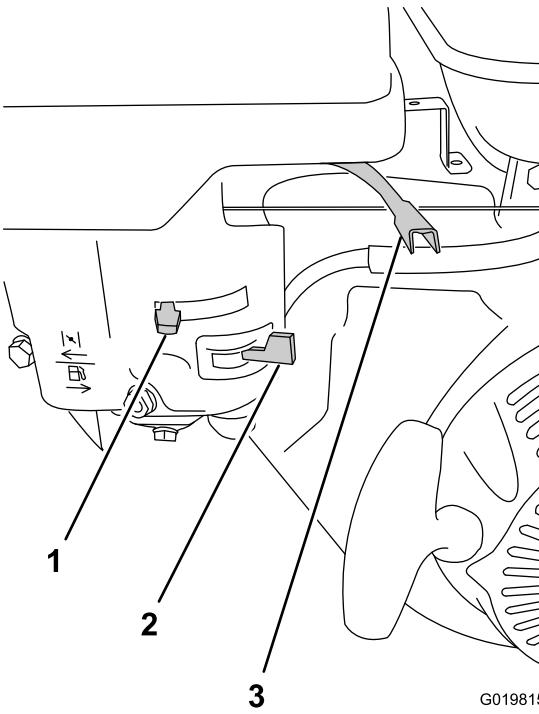

Figura 19
- En el motor, mueva la palanca del acelerador 1/3 de la distancia entre la posición MIN y la posición MAX (Figura 19); consulte Palanca del acelerador (página 11).
- Mueva la palanca de la válvula de combustible a la derecha, a la posición de totalmente Abierto (Figura 19); consulte (Válvula de combustible (página 11)).
- Para arrancar un motor frío, mueva la palanca del estárter a la izquierda, a la posición de totalmente Cerrado (Figura 19); consulte Palanca del estárter (página 11).
4. Gire el interruptor del motor a la posición de Encendido (Figura 19); consulte (Interruptor del arranque eléctrico (página 11)).
1. Asegúrese de que la palanca del estárter está en la posición de Desactivado (Figura 19); consulte Palanca del estárter (página 11).
2. Mueva la palanca del acelerador a la posición MIN (Figura 19); consulte Palanca del acelerador (página 11).